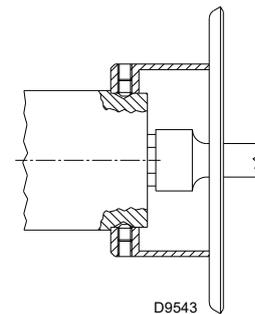

Abb. 20
- ziehen Sie die Düse 1)(Abb. 20) mit einem Rohrschlüssel heraus;
- installieren Sie die Düse 1)(Abb. 20);